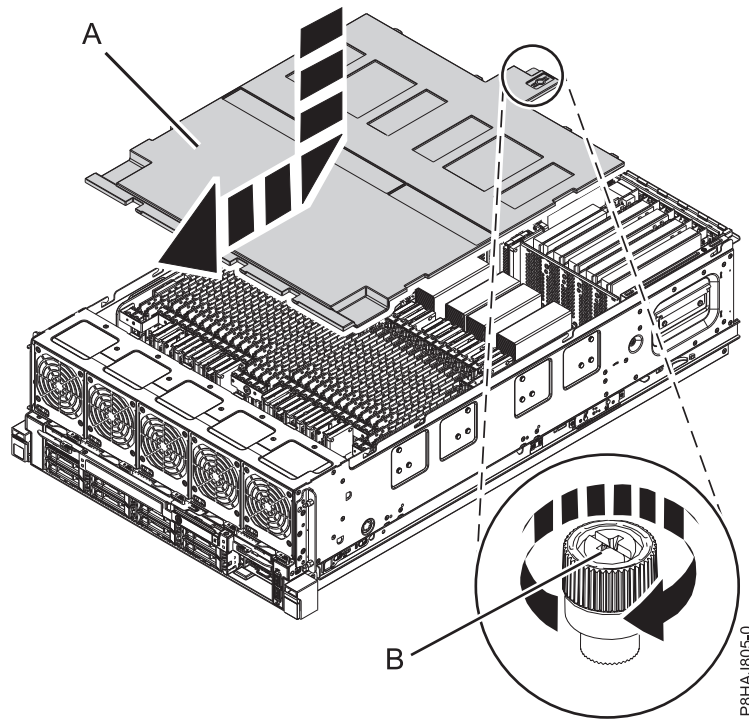

Figura 11. Substituir a tampa de segurança
2. Faça deslizar a tampa de segurança (A) em direcção ao chassis.
3. Aperte o parafuso de aperto manual (B) ao rodá-lo na direcção apresentada na Figura 11 na página 31 para fixar a tampa de segurança ao chassis.